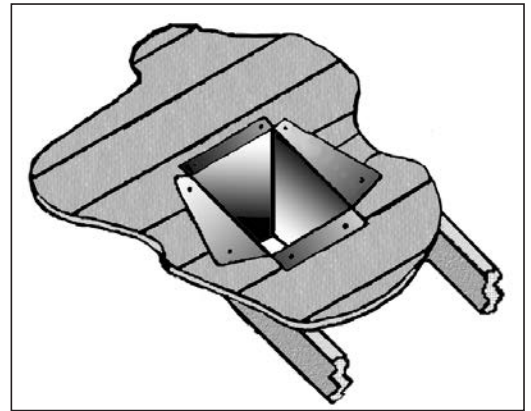

Figure 34: Plafond cathédrale boîte de support d'installation.
5. Utiliser des cisailles, coupez la "boîte de support" à partir des coins supérieurs à la ligne de toit, et plier les rabats résultant sur le revêtement de toit (Figure 34). Avant de clouer dans le toit, d'exécuter un cordon de mastic non durcissant autour des bords supérieurs de la "boîte de support", pour faire un joint entre la boîte et le toit. Nettoyez tout matériau combustible de l'intérieur de la «boîte de support».